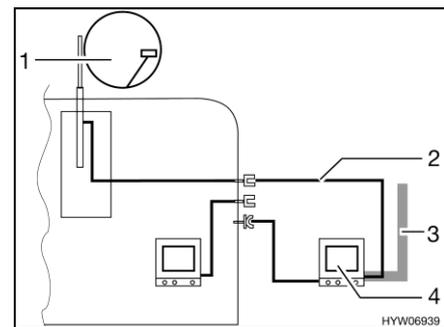

Fig. 118 TV dans l'auvent
- TV dans l'auvent (Fig. 118,4) : Raccord à l'antenne sur le toit (Fig. 118,1) avec câble d'alimentation (Fig. 118,2)
- TV dans l'auvent (Fig. 118,4) : Raccord à l'antenne extérieure (Fig. 118,3)